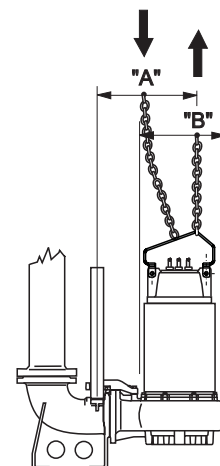

Fig. 2
- 1.5. - Desejando extrair a electrobomba do seu alojamento, primeiro é necessário desligar os cabos eléctricos do quadro de comando e proceder à elevação seguindo as instruções fornecidas na pág. 95 (Fig.2). Lave o exterior e o interior da electrobomba com um jacto de água para remover todos os possíveis resíduos do líquido bombeado, lembrando-se sempre de utilizar óculos de segurança, luvas de borracha, máscara e avental impermeável.